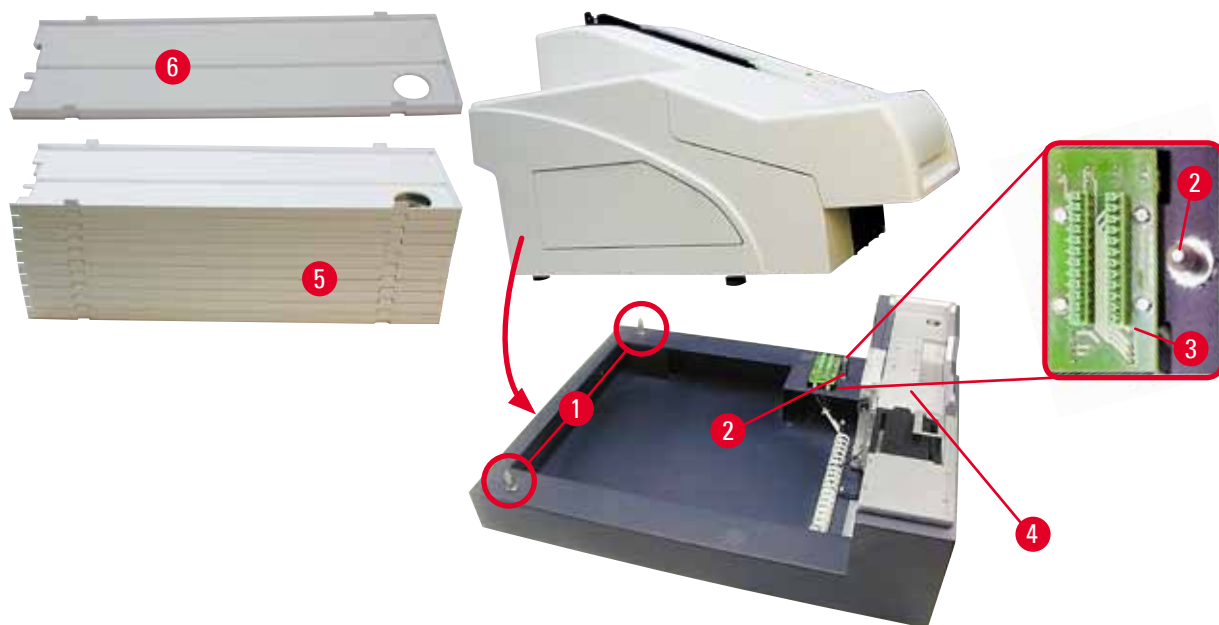

Fig. 12
- Hold skriveren i begge sidene (høyre og venstre) og plasser den slik at de to bakerste boltene (→ "Fig. 12-1") passer inn i baseplaten først, som vist på (→ "Fig. 12").